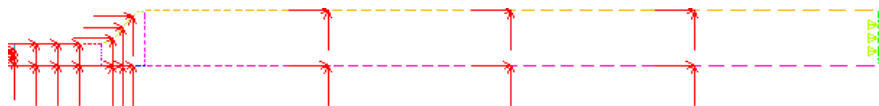

图 5-93 边界条件
④得到如图 5-93 所示的边界条件。单击“ANSYS”工具条的“SAVE_DB”按钮保存数据。